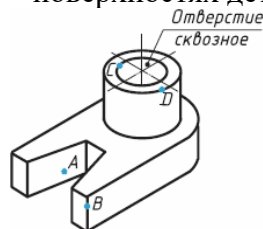

Рис. 16. Наглядное изображение детали
1. Выполнить чертеж детали по ее наглядному изображению (рис. 16) с применением разрезов. Нанести на чертежах обозначения точек, расположенных на поверхностях деталей.